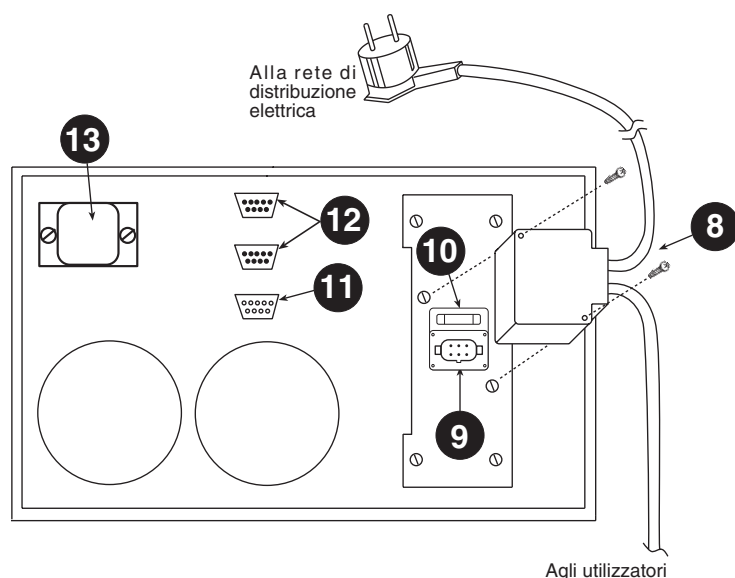

Fig. 2 Connessioni Elettriche
Singolo Cabinet (**fig. 2**):
4. Collegare il connettore di Ingresso-Uscita alla spina [9] presente sul retro dell'UPS, fissandolo al telaio con le apposite viti (vedi fig. 2).